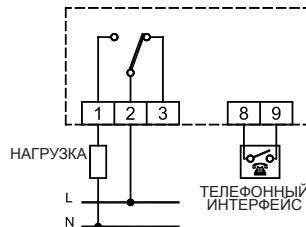

Рис. 4
3. Выполнить электрические подключения согласно схеме подключения на рис. 4.